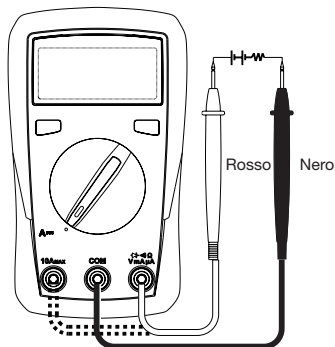

Fig. 3
2. A seconda della selezione del range, inserire il connettore del cavo di misura rosso nella boccia di misura $\text{mA}/\mu\text{A}$ o A e quello del cavo di misura nero nella boccia di misura COM. Utilizzare la Fig. 3 come guida